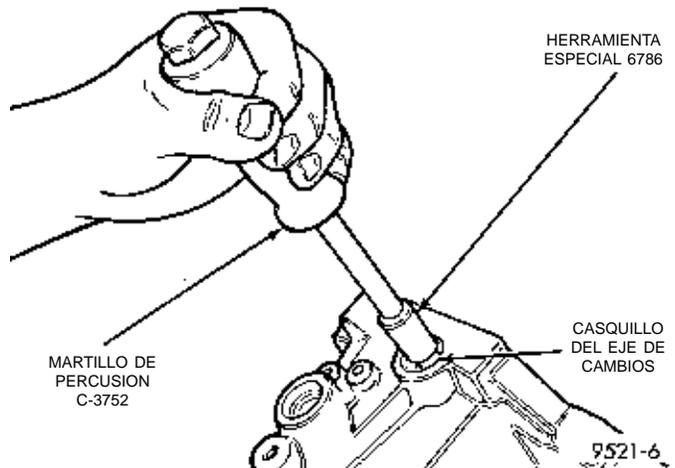

Fig. 135 Desmontaje del casquillo del eje del selector de cambios
(1) Retire el eje del selector de cambios mediante el procedimiento descrito en este grupo.
(2) Enrosque la herramienta N° 6786 en el casquillo.
(3) Instale el martillo de percusión N° 3752 en la herramienta y retire el casquillo mediante el martillo de percusión (Fig. 135).